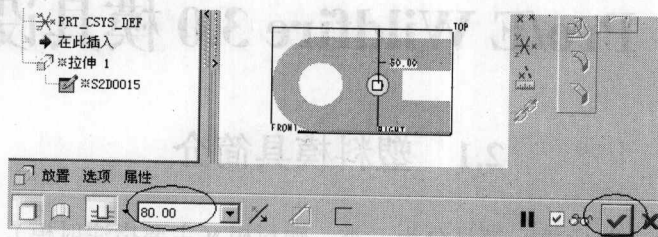

图 1-18 深度输入
(2) 在操控板输入特征的深度，接着单击✔按钮，如图 1-18 所示。